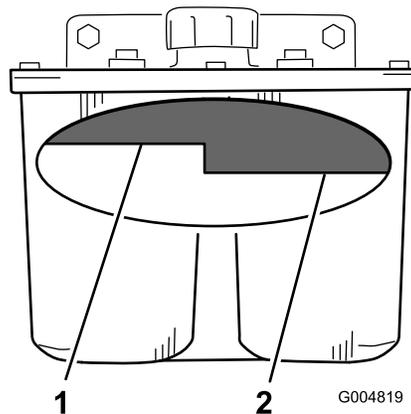

Figure 77
4. Nettoyez la surface autour du goulot de remplissage du réservoir hydraulique (Figure 77).
5. Enlevez le bouchon du goulot de remplissage et vérifiez si le réservoir contient du liquide (Figure 77).
Remarque: Lorsque l'huile est chaude, le niveau de liquide doit atteindre le haut du repère « à chaud » sur le déflecteur (Figure 77).